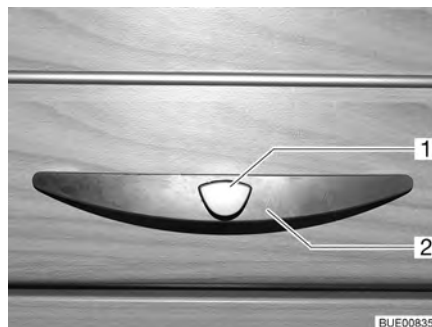

Fig. 42 Sportello del mobile con maniglia (esempio)
- Premere il bottone di sbloccaggio (Fig. 42,1) della maniglia (Fig. 42,2) e mantenerlo premuto.